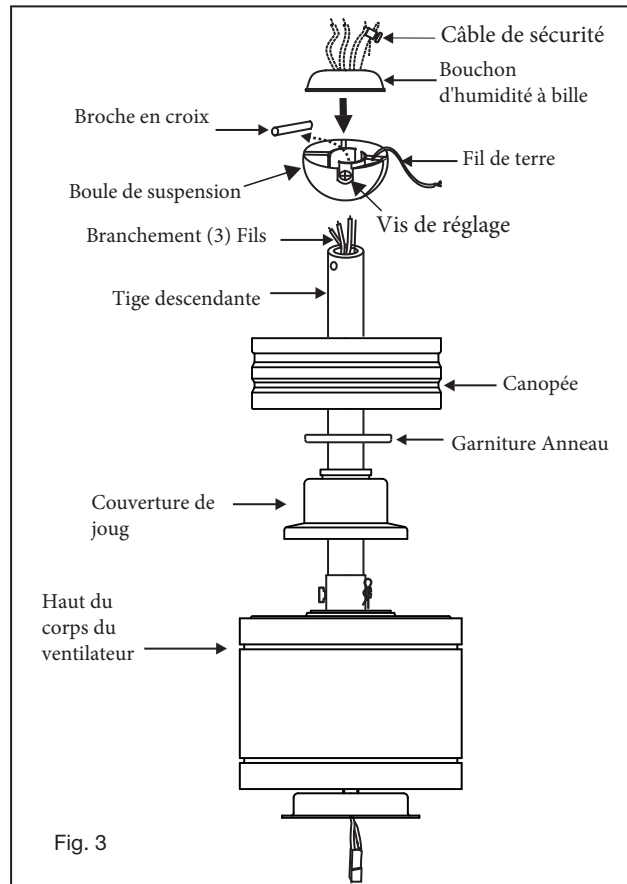

Fig. 3
- 6 Glissez le couvercle de la fourche, l'anneau de garniture et la verrière sur la tige de suspension. (Fig. 3)
- 8 Faites passer les fils dans les trous du capuchon anti-humidité de la bille en caoutchouc et faites glisser le capuchon sur le dessus de la bille. (Fig. 3)
Retirez les vis et retirez la plaque de verre du couvercle de la lampe (Fig.2), puis fixez le couvercle métallique au couvercle de la lampe B et au couvercle de la lampe A avec les vis fournies. (Fig.3)
- 1 Retirez la plaque murale existante et l'ancien interrupteur de la boîte de prise murale. (Fig. 3)